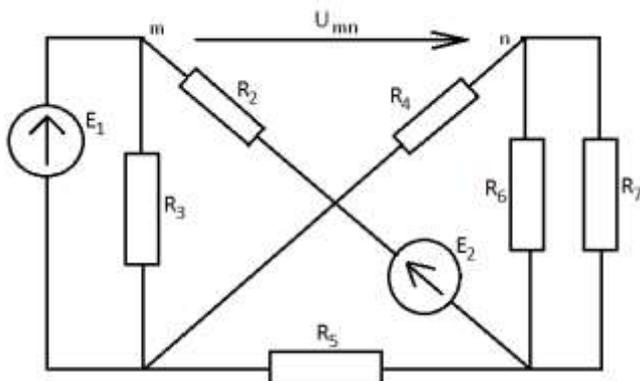

Рис. 167
1.5.1. Удаляем из схемы ветвь с искомым током (см. рис.167)